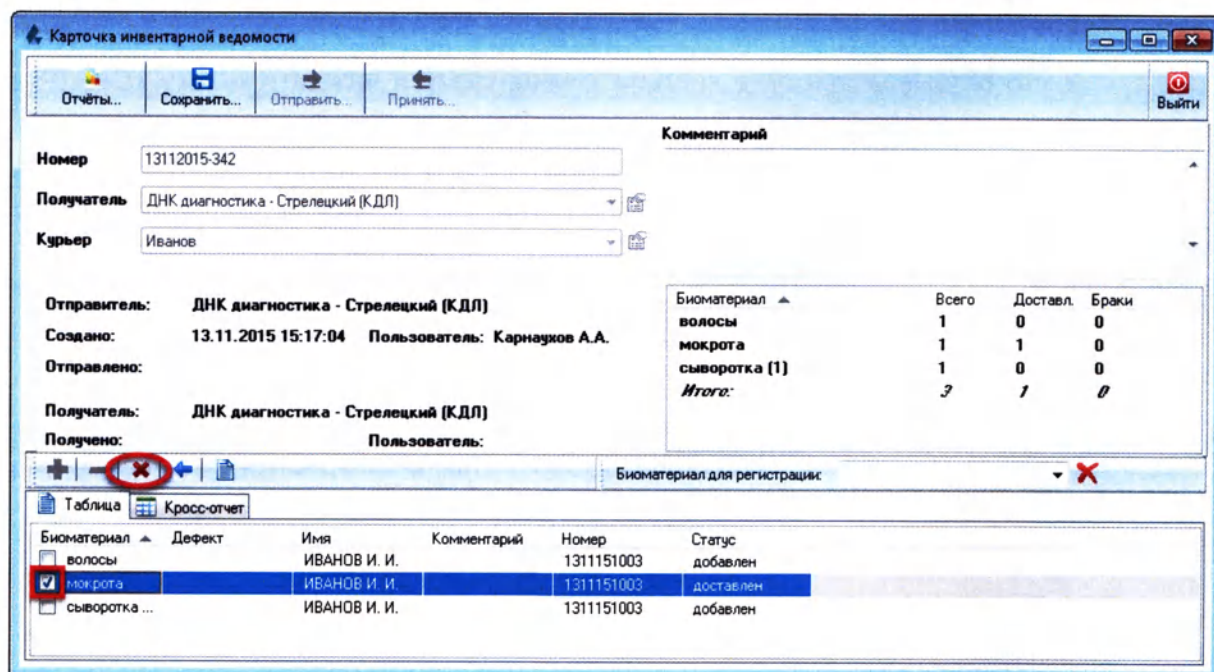

Рисунок 1.19
4. При необходимости, выставьте дефект биоматериалу. Для этого выделите биоматериал галкой и нажмите кнопку «Выставить дефект» –  (Рисунок 1.19).